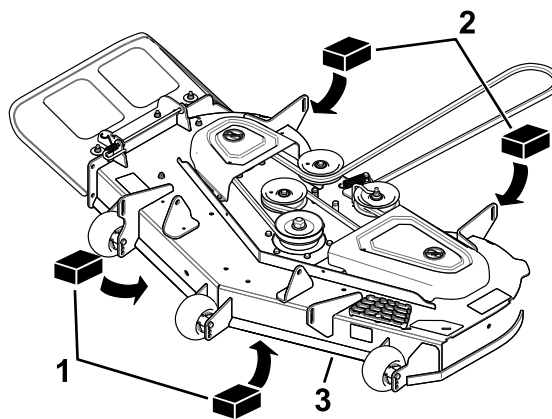

Figura 73
3. Posizionate 2 blocchi ciascuno con uno spessore di 6,6 cm sotto ciascun lato del bordo anteriore del piatto di taglio, ma non sotto le staffe del rullo antistrappo (Figura 73).
4. Posizionate 2 blocchi ciascuno con uno spessore di 7,3 cm sotto il bordo posteriore della falda del piatto di taglio; 1 su ciascun lato del piatto di taglio (Figura 73).